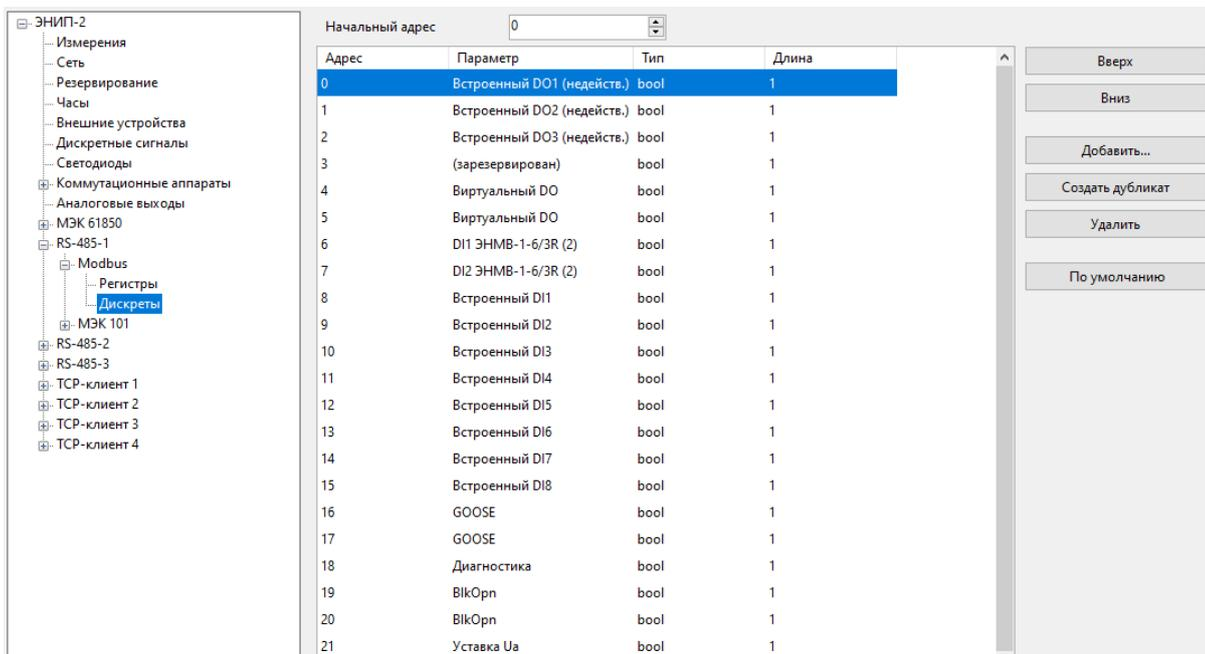

Рисунок 5.32. «Дискретные» для протокола Modbus на порту «RS-485-1» прибора ЭНИП-2 в ПО «ES Конфигуратор»
5.14.3 Раздел «Дискрететы» содержит список дискретных данных, чтение осуществляется по 1 или 2 функции Modbus, управления выходами – по 5 функции. На рис. 5.32 представлена настройка адресации дискрететов для протокола Modbus RTU по умолчанию. Настройка дискрететов происходит аналогично регистрам для протокола Modbus RTU.